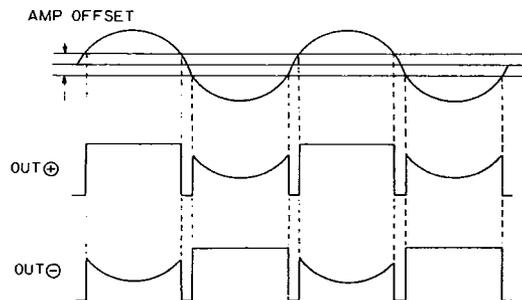

Fig.6
(3) 実際の出力波形は、Fig.6のようになります。出力が正から負へ切替わる期間はOPEN状態になります(これは、アンプにオフセットがあるためです)。よってこの期間は、IC側のインピーダンスが高くなるため、この間の出力波形は外付けによって決まります。一般的には、コイル負荷となるので、バックラッシュ電圧の発生を抑えるためコンデンサを接続します。